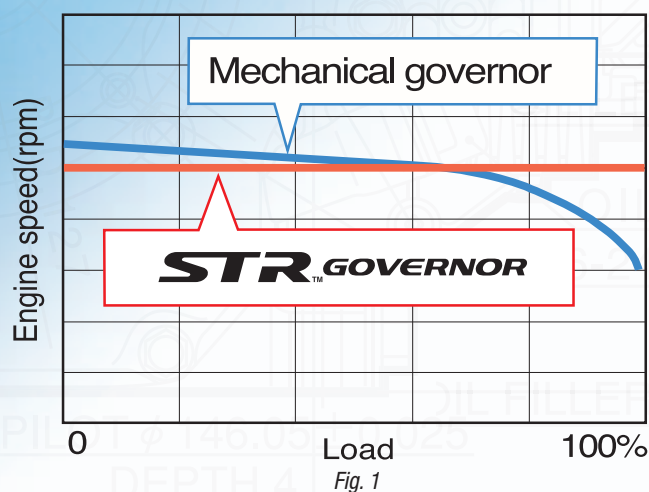

Fig. 1
- **Constant toerental** onder wisselende condities (Fig. 1).
- **Konstant motorvarvtal** under växlande förhållande (Fig.1).